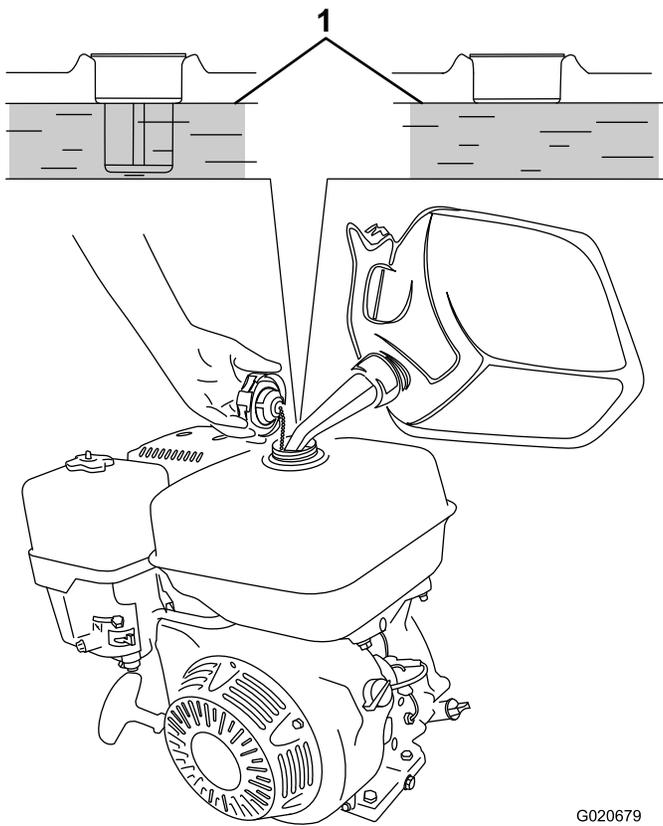

Figure 6
3. Versez du carburant dans le réservoir de carburant jusqu'à ce que le niveau maximum soit atteint (Figure 6).